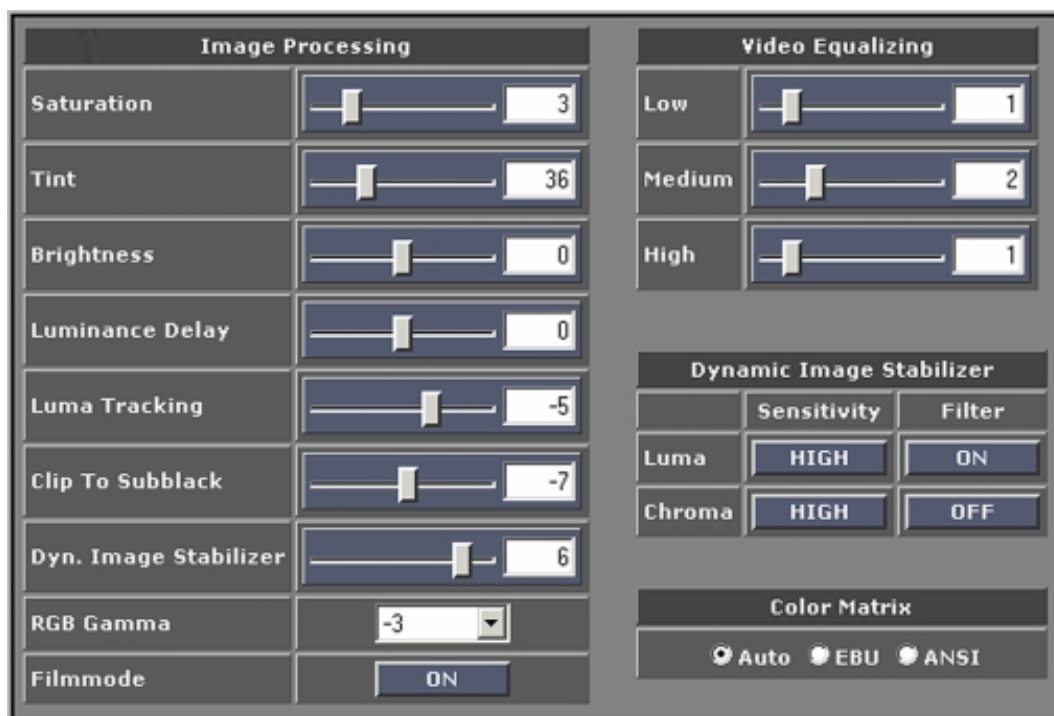

Imagen 7-2
1. Haga clic en **Adjust** para abrir la ventana con los ajustes de entrada. (imagen 7-2)